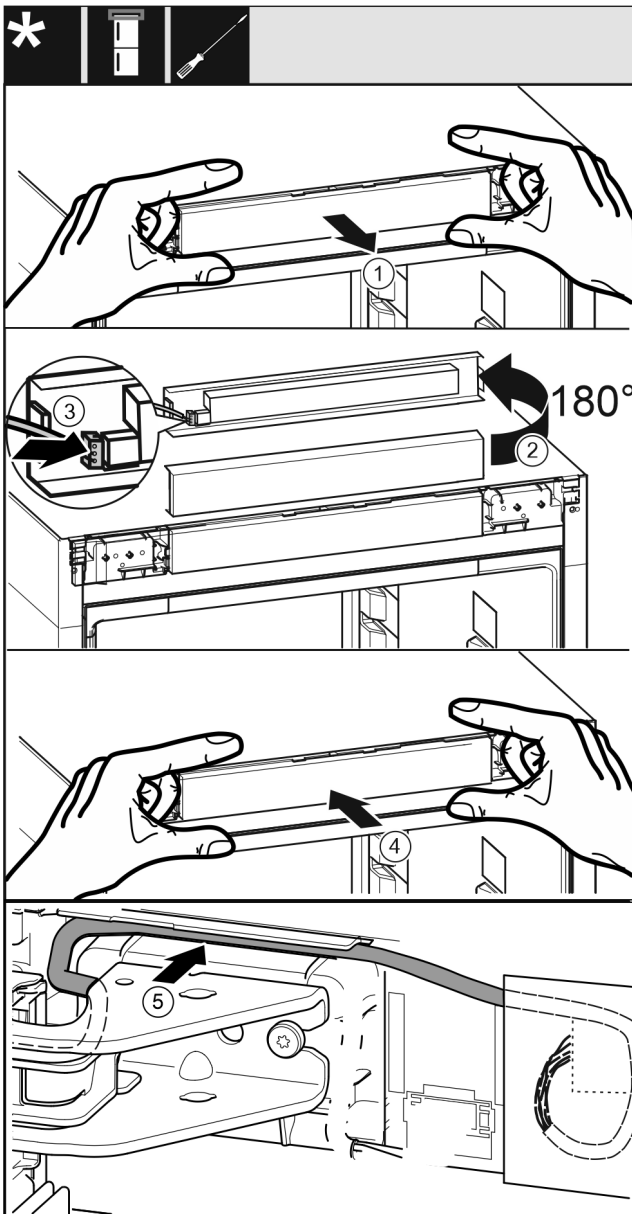

Fig. 62
- ▶ Bedienblende Fig. 62 (1) vorsichtig herausnehmen.
- ▶ Bedienblende Fig. 62 (2) um 180° nach oben drehen.
- ▶ Stecker Fig. 62 (3) an der Bedienteilblende einrasten.
- ▶ Bedienblende Fig. 62 (4) wieder am Gerät einrasten.
- ▶ Kabel Fig. 62 (5) vorsichtig in der Führung über dem oberen Lagerbock verlegen.